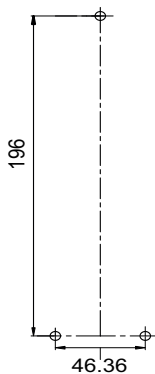

Abb. 1
1. Mit drei Schrauben AXIS T8123-E/T8124-E festschrauben. Siehe Abb. 1 (Schraubenlöcher sind mit 1, 2 und 3 markiert).